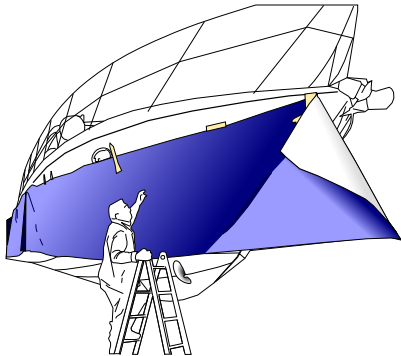

Figure 01
- › Dérouler le film horizontalement le long de la coque de la poupe jusqu'au tirant d'air. (FIG. 01)